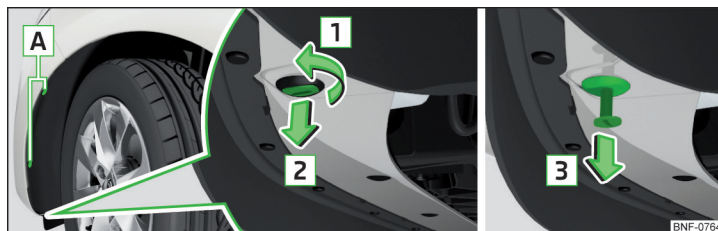

Fig. 144 Afmontering af hjulkassebeklædning
- Skru skruerne **A** » Fig. 144 ud af hjulkassebeklædningen med skruetrækkeren fra bilens værktøj.
- Sæt den del af låseclipsen, der har en slids, i modsat pilens retning **2**, og drej den 90 grader modsat pilens retning **1** » Fig. 144.